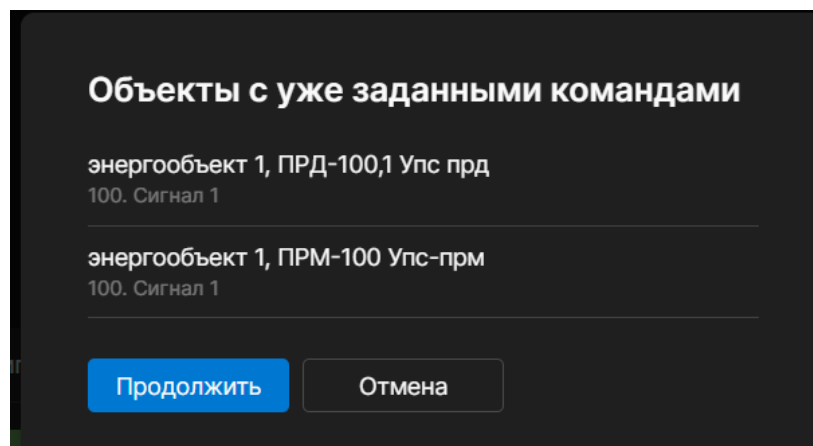

Рисунок 5.41 Информационное сообщение с данными по оборудованию с номерами команд
- 4.1. При выборе объектов, у которых заданы номера команд в таблице тракта, система выведет уведомительное сообщение пользователю Рисунок 5.41, в котором необходимо выбрать действие «Продолжить» для массового задания номера и названия команды.